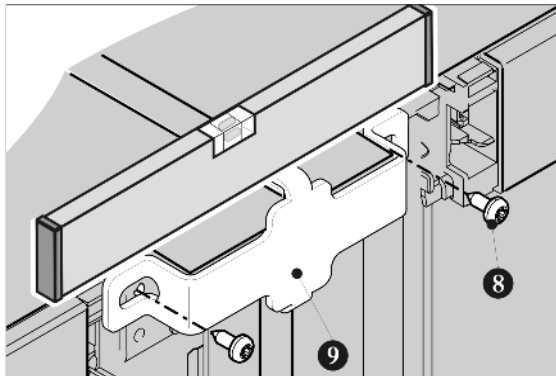

Fig. 4
- На передней стороне сверху следует прикрутить при помощи винтов Fig. 4 (8) из комплекта большой крепежный уголок Fig. 4 (9); При необходимости просверлите отверстия или используйте аккумуляторную отвертку. Перед и во время прикручивания следует прижимать устройства друг к другу; при необходимости выровняйте их заново.